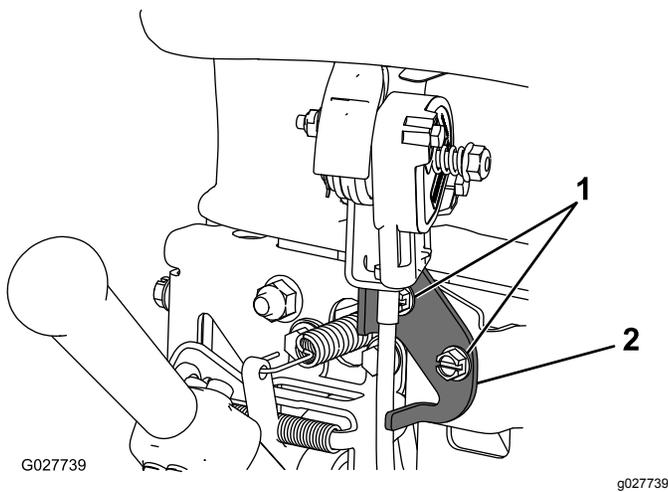

Figura 31
2. Desaperte os dois dispositivos de fixação que prendem a alavanca do acelerador (Figura 31).